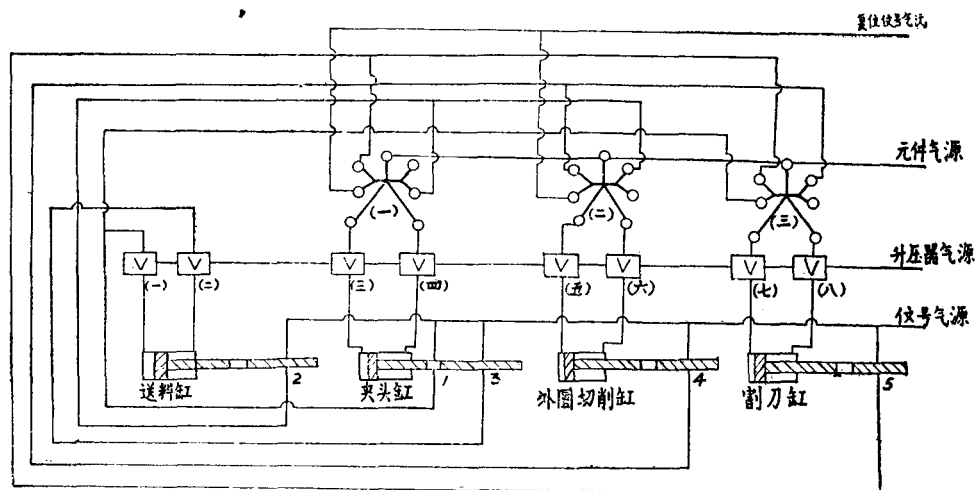

图 4-6
成。它由三只双稳元件、八只功率放大器（中继装置）构成射流控制。整个控制过程是一个行程程序控制过程。其线路见图 4-6。射流自动控制线路简解如下。
(1) 开车前使全部气缸恢复到如图 4-6 所示位置，并使元件复位。
(2) 首先打开信号气源及元件气源；
(3) 然后，打开升压器气源。